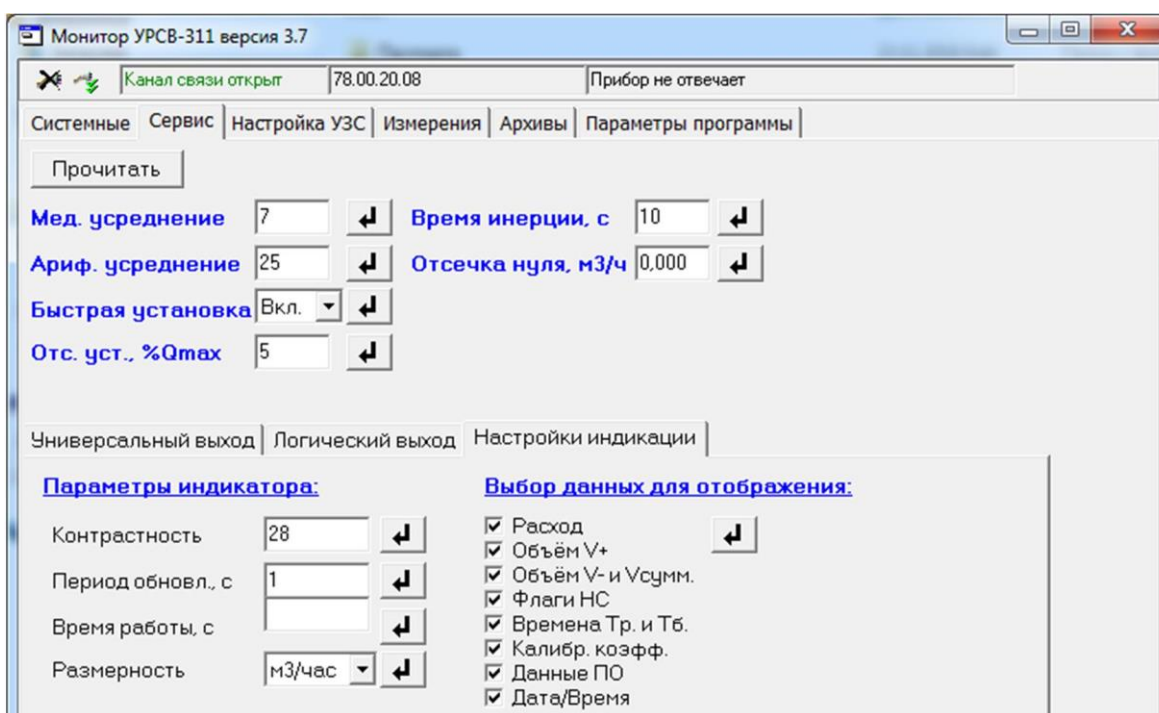

Рис.9. Вид вкладки «Сервис».
4.1.3. На вкладке **Сервис** (рис.9) возможна настройка параметров обработки УЗС, установка значения контрастности и времени работы ЖКИ, выбор размерности измеряемого расхода, а также выбор данных, которые будут отображаться на индикаторе расходомера.